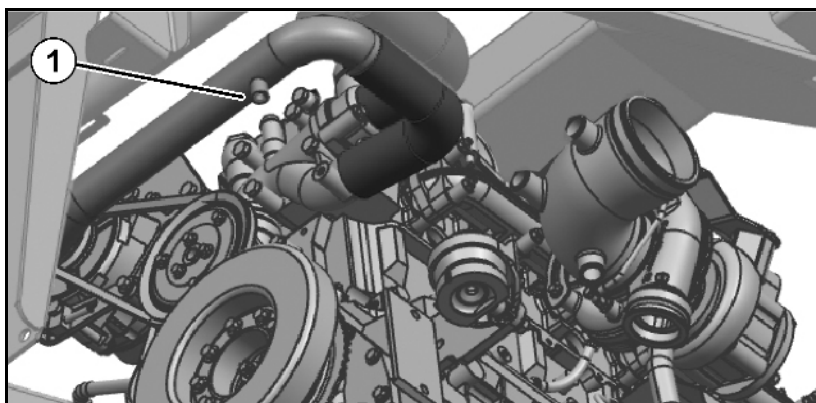

Fig. 170
1. Trykk strammerullen (Fig. 170/1) med en stikknøkkel (Fig. 170/3) i pilens retning til det kan fikseres en holdestift Ø6mm (Fig. 170/4) i monteringshullet.
Kileribbereimen (Fig. 170/2) er nå spenningsfri.
2. Trekk kileribbereimen (Fig. 170/2) først av den minste rullen hhv. av strammerullen.
4. Legg på ny kileribbereim (Fig. 170/2).
6. Stram kileribbereimen på nytt med strammerull og stikknøkkel (Fig. 170/3). Kontroller, at kileribbereimen ligger an riktig i føringen.